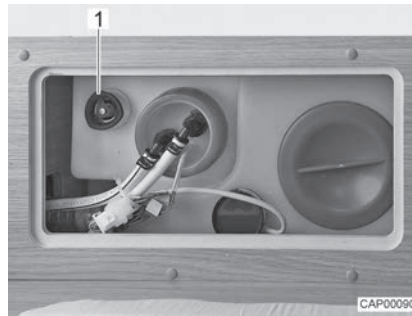

Fig. 109 Réservoir d'eau avec poignée tournante
- Faire tourner à fond dans le sens des aiguilles d'une montre la poignée tournante (Fig. 109,1) située sur le réservoir d'eau.
- Faire tourner la poignée tournante (Fig. 109,1) située sur le réservoir d'eau dans le sens inverse des aiguilles d'une montre jusqu'à ressentir une résistance. L'eau s'écoule, env. 20 litres restent.